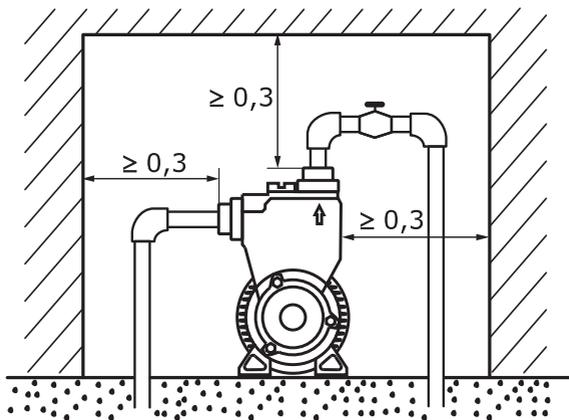

Рис.3 Установка насоса в помещении
- При установке насосной станции в помещении соблюдайте размеры, как показано на **Рис.3**.
- Для удаления воздуха из напорной магистрали откройте кран (**Рис.3, поз.2**) на напорном трубопроводе и включите насос в электросеть. Насос начнет подавать воду и сразу начинается заполнение трубопроводов.